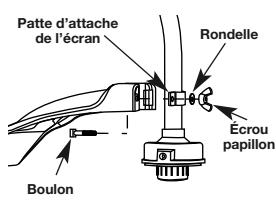

Fig. 5
- De l'intérieur de l'écran de l'accessoire de coupe, poussez le boulon carré dans le trou jusqu'à ce que l'extrémité filetée dépasse de la patte d'attache de l'écran (Fig. 5).